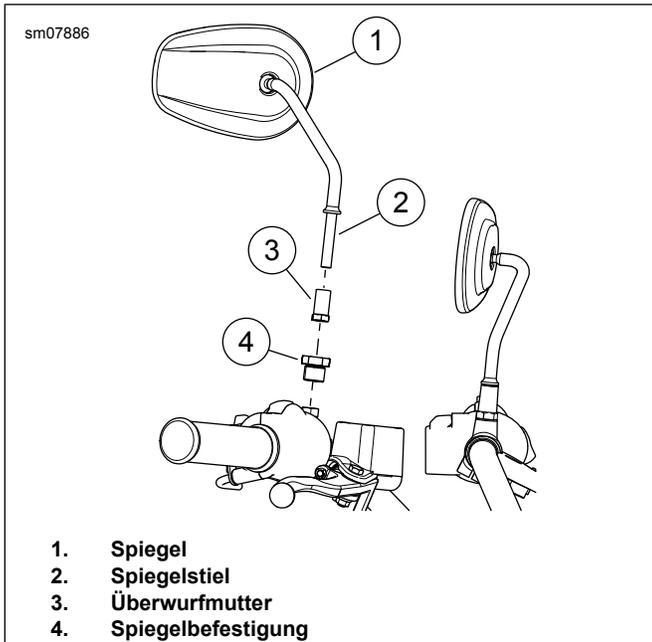

Abbildung 3. Spiegel
1. Siehe Abbildung 3. Den Spiegel ausbauen.
- a. Die Überwurfmutter (3) entfernen.
- b. Den Spiegel (1) ausbauen.
- c. Die Spiegelbefestigung (4) entfernen.
- a. Die Spiegelbefestigung (4) einbauen. Festziehen.